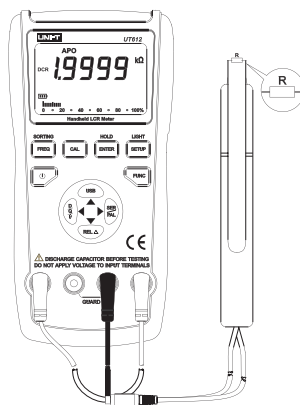

图13
- 3) 将电阻插入测试端口或用相应的附件接入被测电阻（如图13）。